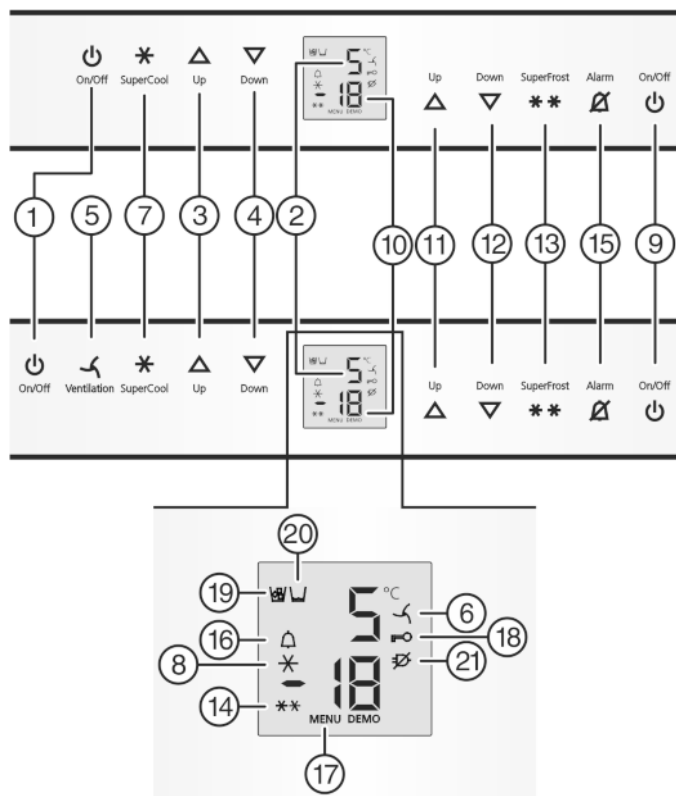

Fig. 2
- ▶ nacisnąć przycisk On/Off zamrażalnika Fig. 2 (9).
- ▶ Nacisnąć przycisk On/Off chłodziarki Fig. 2 (1).
- ▷ Chłodziarka jest włączona: Świeci się wskaźnik temperatury chłodziarki Fig. 2 (2). Podczas otwierania drzwi chłodziarki włącza się oświetlenie wewnętrzne.
- ▶ Aktywacja trybu regulacji: Nacisnąć i przytrzymać przycisk SuperFrost Fig. 2 (13) przez ok. 5 s.
- ▷ Świeci symbol menu Fig. 2 (17).
- ▶ W celu wyłączenia zabezpieczenia przed dziećmi krótko nacisnąć przycisk SuperFrost Fig. 2 (13). Jeżeli wskaźnik wskazuje **cl**.
- ▶ W celu włączenia zabezpieczenia przed dziećmi krótko nacisnąć przycisk SuperFrost Fig. 2 (13).
- ▷ Świeci symbol zabezpieczenia przed dziećmi Fig. 2 (18). Na wskaźniku miga **c**.
- ▶ W celu wyłączenia zabezpieczenia przed dziećmi krótko nacisnąć przycisk SuperFrost *Fig. 2 (13)*.
- ▷ Symbol zabezpieczenia przed dziećmi *Fig. 2 (18)* gaśnie. Na wskaźniku miga **e**.
- ▶ Dezaktywacja trybu regulacji: nacisnąć przycisk On/Off zamrażalnika *Fig. 2 (9)*.
- ▶ Nacisnąć przycisk Alarm *Fig. 2 (15)*.
Jednocześnie miga wskaźnik temperatury i symbol Alarmu *Fig. 2 (16)*.
Akustyczny sygnał ostrzegawczy milknie automatycznie, znika symbol Alarmu *Fig. 2 (16)* i wskaźnik temperatury przestaje migać, gdy temperatura będzie ponownie wystarczająco niska.